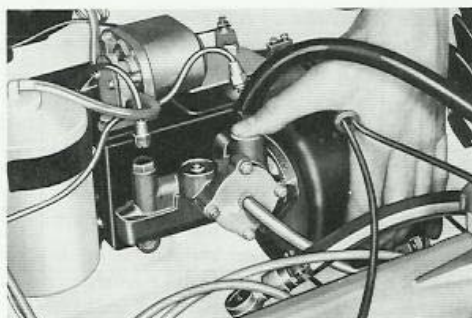

Bild 101. Provningsmoment 1
- Detta provningsmoment skall utföras endast på servocylinder som tömts på bromsvätska. Placera servocylindern på sin konsol. Plugga hydrauliska utloppet och montera en slanganslutning i hydrauliska inloppet. De hydrauliska anslutningarna har en gänga $3/8" \times 24 \text{ UNF}$. Anslut vakuumledningen till hydrauliska inloppet och demontera luftfiltret. Starta motorn och låt den gå i tomgång. Undersök med hjälp av finger om det är någon strömning genom luftfilteranslutningen och den ordinarie vakuumanslutningen, se bild 101.